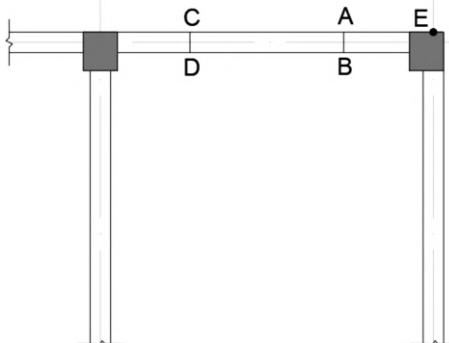

图3-35 洞口定位线
指定第一个点：1050//捕捉图3-35右上角中的E点，水平向左移动，出现极轴时，输入1050，按空格键确定，找到直线起点A点
选择要偏移的对象，或[退出(E)/放弃(U)]<退出>：//按空格键，结束当前命令，完成洞口的定位，如图3-35所示
(O)/投影(P)/删除(R)]: //单击图 3-35 中 CA 直线和 DB 直线